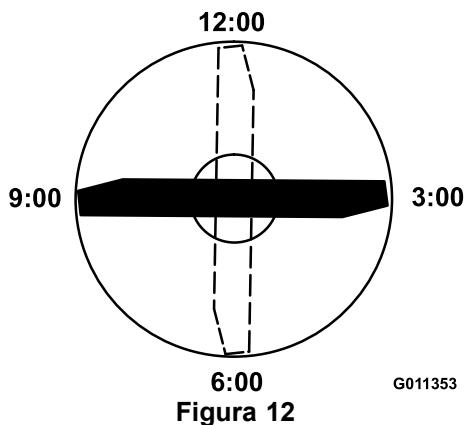

Figura 12
4. Orientate il tagliente dell'estremità marcata della lama sulle ore 12 (esattamente in avanti, nel senso di falciatura) (Figura 12) e misurate l'altezza tra il banco e il tagliente della lama.
5. Ruotate l'estremità marcata della lama sulle ore 3 e sulle ore 9 (Figura 12) e misurate le rispettive altezze.